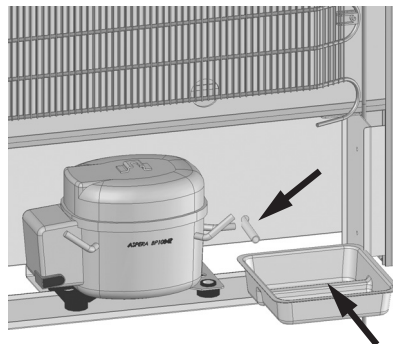

Fig. 1
- Posez sur le support du compresseur, le bac de récupération d'eau (que vous trouverez dans la boîte "accessoires" de votre armoire), en le plaçant sous le petit tuyau sortant du coffre, la partie la plus profonde du bac se trouvant sous ce tuyau (voir **Fig. 1**).